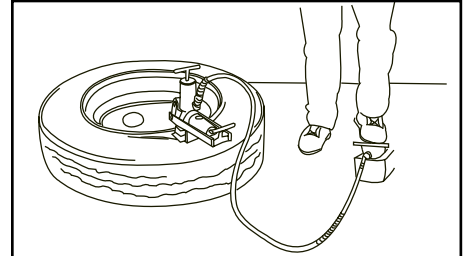

Afbeelding 5
3. Houd de velghielpers bijna loodrecht (90°) op de velg. (Zie afb. 5.) Stel de positie van de velghielpers zo nodig bij.